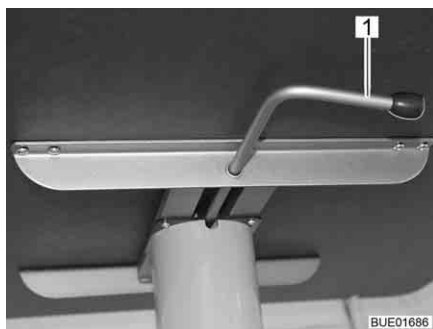

Bild 81 Lyftbord
- Sväng låsarmen (Bild 81,1) åt vänster. Spärren till lyftmekanismen är öppen.
- Sväng låsarmen (Bild 81,1) åt höger (Bild 81). Lyftmekanismen är låst.
- Sväng låsarmen (Bild 81,1) åt vänster. Spärren till lyftmekanismen är öppen. Bordsskivan åker till det övre stoppläget.
- Sväng låsarmen åt höger (Bild 81). Lyftmekanismen är låst.